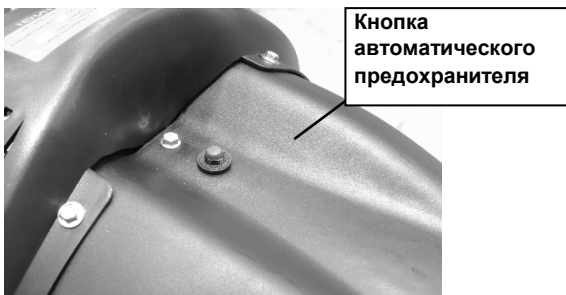

Рисунок 6 – Автоматический предохранитель
- до щелчка нажать на кнопку автоматического предохранителя (см. рис. 6), расположенную на верхней части защитного кожуха 5 (см. рис. 2)